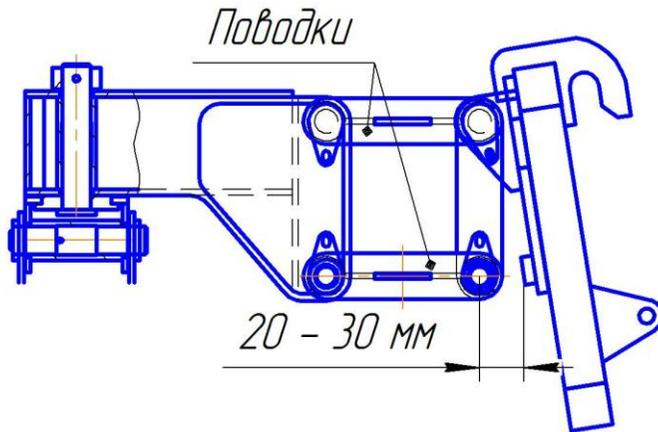

Рисунок 5. Поводки в рабочем положении.
- поводки установлены горизонтально, что достигается поднятием/опусканием стрелы погрузчика (рис. 5);
- рамка поводка вывернута таким образом, чтобы между нижним поводком и упором был зазор 20 – 30 мм (рис. 5).